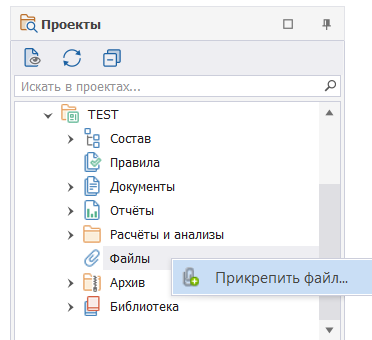

Рис. 35 Добавление файла в дерево проекта
1. Вызовите контекстное меню для узла «Файлы» и выберите пункт «Прикрепить файл», Рис. 35.